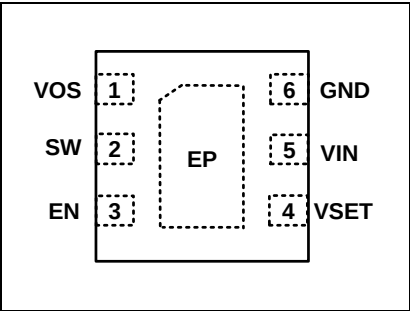

图 8：MT8351 封装
透过内部补偿、集成高性能功率器件以及单电阻设定输出电压，MT8351 采用小型 6 pin 引脚 DFN 2x2mm 封装，如图 8 所示。该器件仅需少量外部无源组件，即可实现一个高效率、快速且稳健的电源转换解决方案，非常适合需要超低静态电流 (IQ) 和精确稳压输出电压的应用。